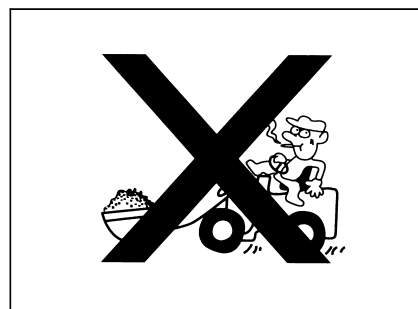

Рис. 1-44
- Выпуск рук и ног вызывает ранение. Запрещается положить руки и ноги на рабочие устройства (рис. 1-44).